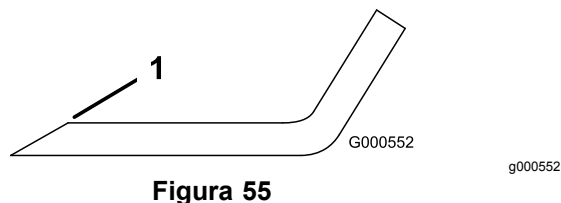

Figura 55
1. Utilice una lima para afilar el filo de corte en ambos extremos de la cuchilla (Figura 55).
Nota: Si la cuchilla no está equilibrada, rebaje algo del metal en la parte de la vela solamente (Figura 55).